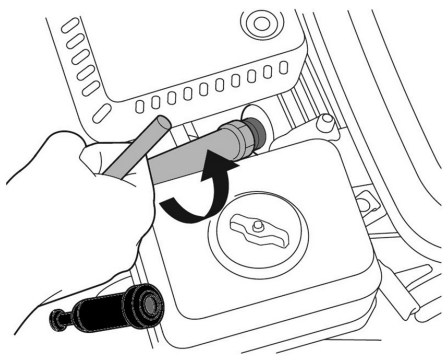

Рис. 28. Обслуживание свечи зажигания
2. Открутите свечу зажигания свечным ключом (Рис. 28).